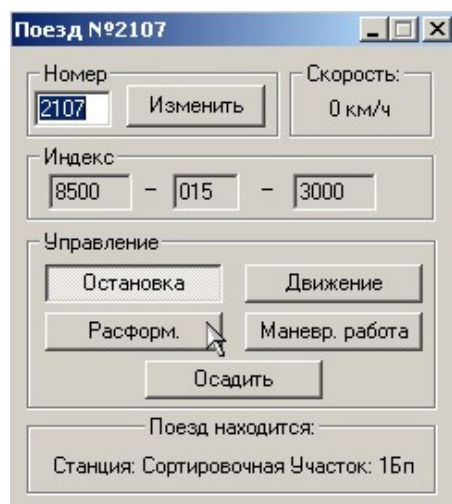
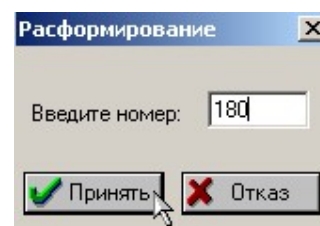

Рис. 8. Поездная радиосвязь в поездной единицей
Рис. 9. Ввод номера маневровой единицы.
2. В появившемся окне (рис. 8) нажать на кнопку «Расформ.», ввести номер маневровой единицы (рис. 9) и нажать на кнопку «Принять».